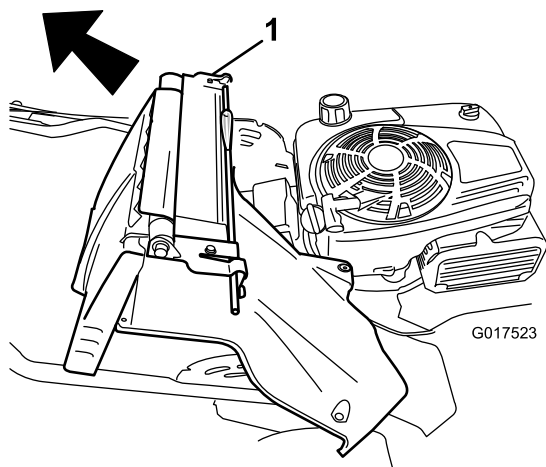

Bild 34
7. Entfernen Sie das hintere Ablenkblech und den Holmarretierhebel (Bild 34).